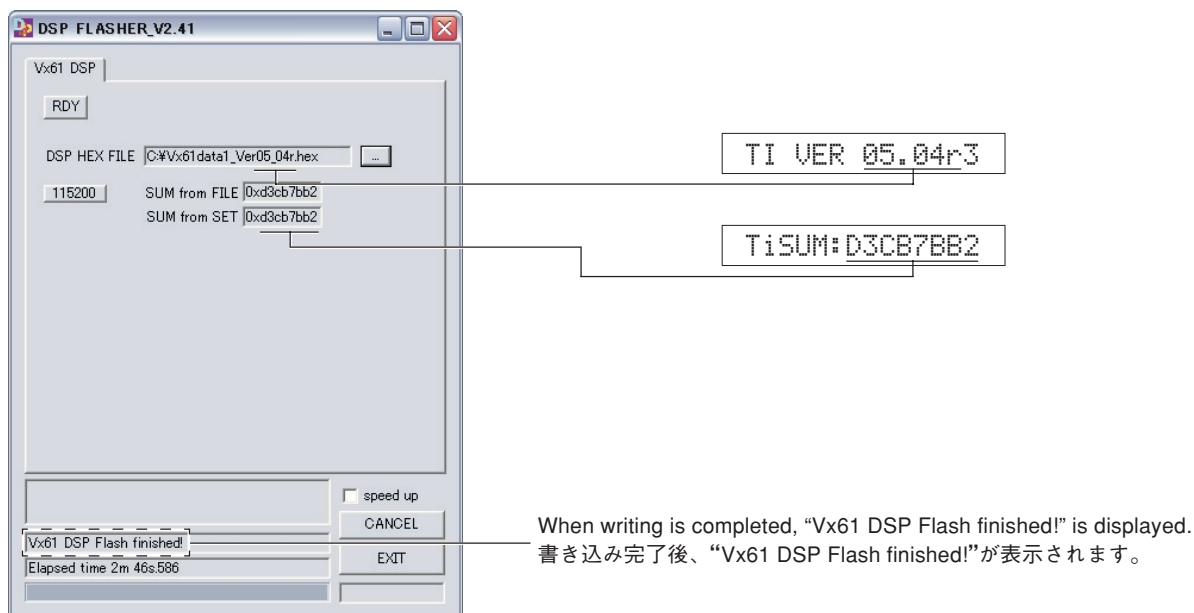

Fig. 10
11. When writing is completed, "Vx61 DSP Flash finished!" is displayed. (Fig. 10)
12. Select the DIAG menu "23-5. TI FLASH version". (Fig. 10)
Check the displayed firmware version is the same as the written firmware version. (Fig. 10)
13. Select the DIAG menu "23-6. TI FLASH checksum". (Fig. 10)
Check the displayed checksum is the same as the written firmware checksum. (Fig. 10)
11. 書き込み完了後、“Vx61 DSP Flash finished!”が表示されます。(Fig. 10)
12. DIAG“23-5. TI FLASH version”を選択します。(Fig. 10)
表示されたファームウェアのバージョンが書き込んだファームウェアのバージョンと同じであることを確認します。(Fig. 10)
13. DIAG“23-6. TI FLASH checksum”を選択します。(Fig. 10)
表示されたチェックサムが書き込んだファームウェアのチェックサムと同じであることを確認します。(Fig. 10)